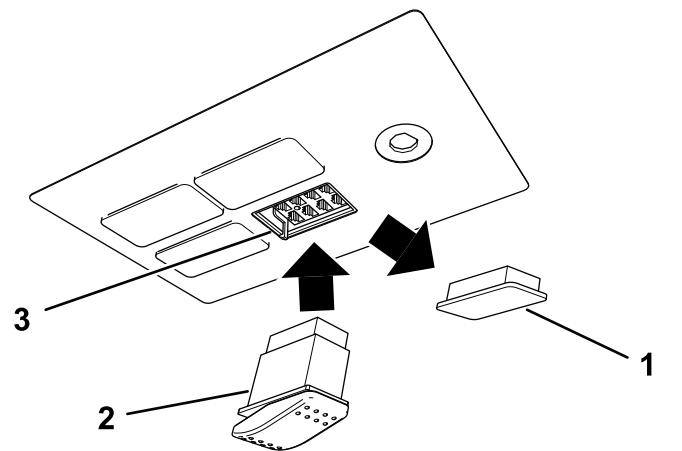

Figur 10
7. Anslut varningslampans kablagekontakt till omkopplarpanelens kablagekontakt (Figur 10).
8. Dra varningslampans kablage enligt Figur 10 och fäst det med kabelband.